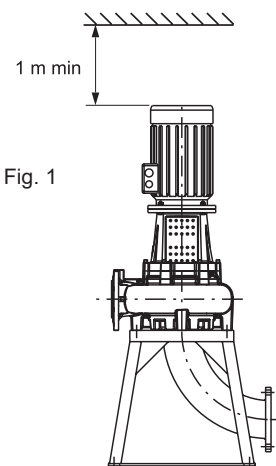

Fig. 1
- 1 - elettropompa disposta con asse rotore verticale su apposito piede di sostegno e curva flangiata in aspirazione (fig. 1).